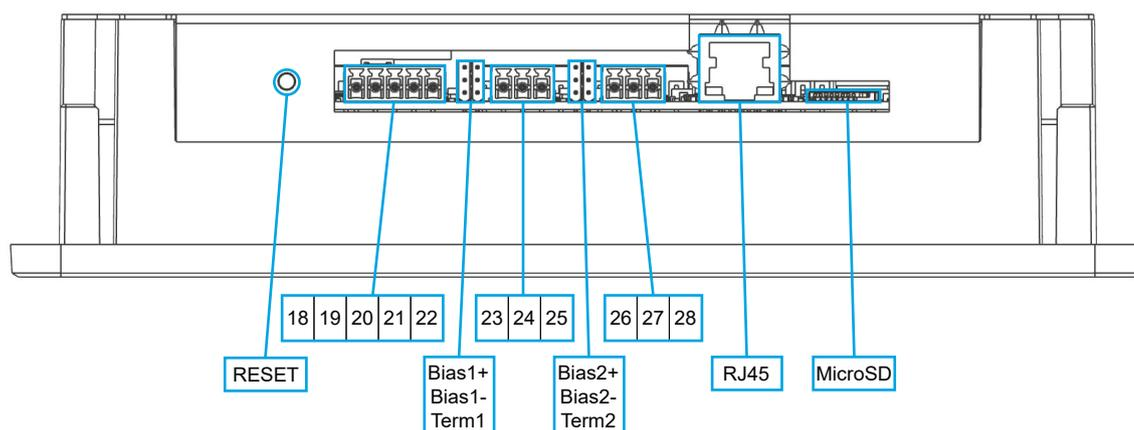

Figura 5
O BlueLinQ Pro tem uma porta RS232, concebido para a comunicação por modem e utiliza o protocolo Modbus RTU, veja a Figura 5 e a Tabela 2 abaixo. O pino 22 (RTS) é a Solicitação De Envio, o pino 21 (CTS) é a Liberação De Envio, o pino 20 (TX) é a transmissão, o pino 19 (RX) é a recepção e o pino 18 (V-) é a referência de aterramento. Na conexão utilize para as conexões um fio trançado simples de tamanho adequado¹. Se estiver operando em um ambiente com ruídos elétricos, é recomendável usar um cabo blindado. A porta suporta taxas de transmissão padrão de 300 a 230400 e tem a opção de incluir a verificação de paridade.
O BlueLinQ Pro tem duas portas RS485 isoladas e utiliza o protocolo Modbus RTU, veja a Figura 5 e a Tabela 2 abaixo. Os pinos 23 e 24 são as linhas de comunicação diferencial e o pino 25 é usado como blindagem para RS485_1. Os pinos 26 e 27 são as linhas de comunicação diferencial e o pino 28 é usado como blindagem para RS485_2. Use um par trançado blindado de dois núcleos com fio de tamanho adequado¹.
Os jumpers de terminação de comunicação, Term2 para RS485_1 e Term3 para RS485_2, são colocados por padrão. Se a unidade estiver em uma das extremidades da rede de comunicação, o jumper deverá ser colocado; caso contrário, remova-o, consulte a Figura 5.
O BlueLinQ Pro suporta uma porta ethernet com uma conexão padrão RJ45, veja a Figura 5 e a Tabela 2 abaixo. Nas configurações, o usuário pode selecionar entre um endereço IP estático ou dinâmico. Por padrão, a porta do barramento Mod TCP é 502.
O BlueLinQ Pro tem um slot para um cartão de memória MicroSD do tipo de ejeção pressionar-pressionar, veja a Figura 5 e a Tabela 2 abaixo. Ele é usado principalmente para baixar informações de configuração e atualizar o firmware e dados.
O botão de reset do BlueLinQ Pro é acessado via um orifício pequeno, veja a Figura 5 abaixo. Para o ativar, coloque um clipe de papel esticado ou algo semelhante no orifício e mantenha-o pressionado por 10 segundos, o que restaurará a configuração da unidade para o padrão de fábrica.